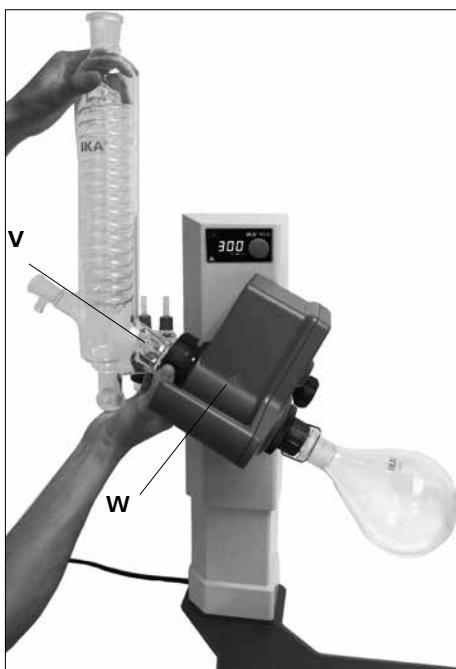

Fig.17
- 将冷凝管安装在旋转机构 (**W**) 上并手动拧紧螺母。(Fig.17)